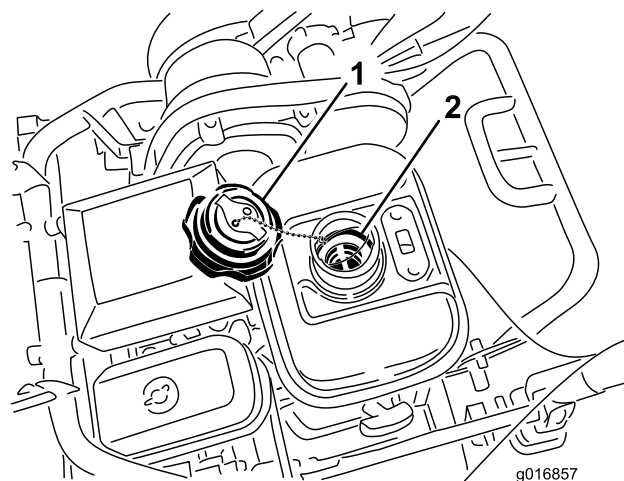

Рисунок 37
3. Отверните и снимите крышку топливного бака (Рисунок 37).